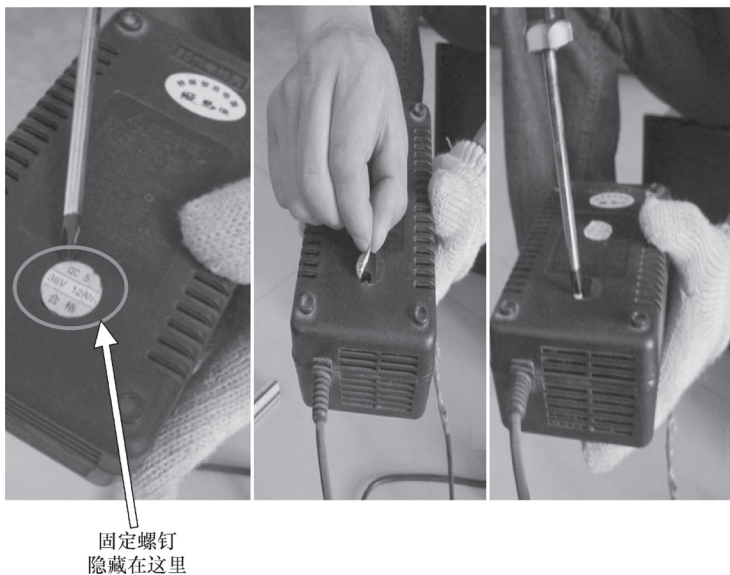
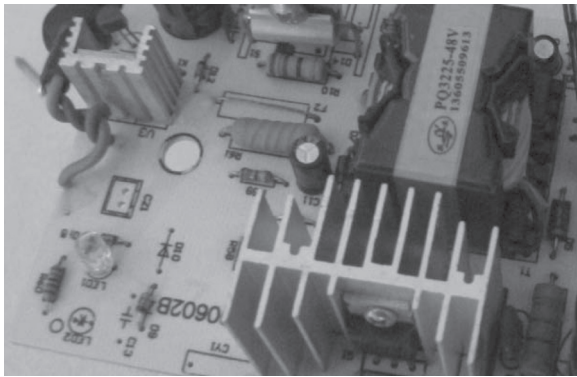

图 4-26 拆开充电器
图 4-27 找到电容 C17
1) 拆开充电器如图 4-26 所示。然后测量滤波电容 C17 (如图 4-27 所示) 两端电压, 其在断电后不能较快消失, 表明开关电源未能起动。